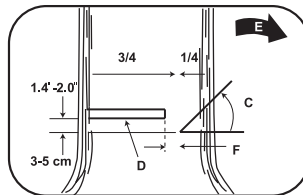

Рис. 9В
Внимание! Не ходите перед деревом, на котором уже произведены надпилы. Окончательный срез (D) выполняется с обратной стороны дерева в 3—5 см над горизонтальной основой надпила (С) (Рис. 9В).